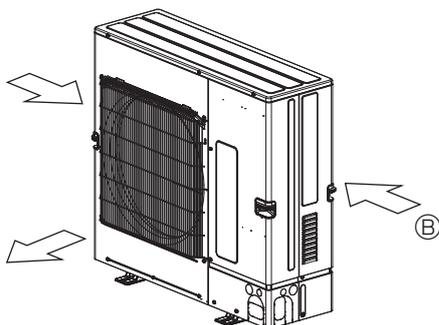

Fig. 2-6
- ③ Posisjoner enheten slik at luftløpet står vinkelrett på den rådende vindretningen for årstiden, hvis det er mulig. (Fig. 2-6)